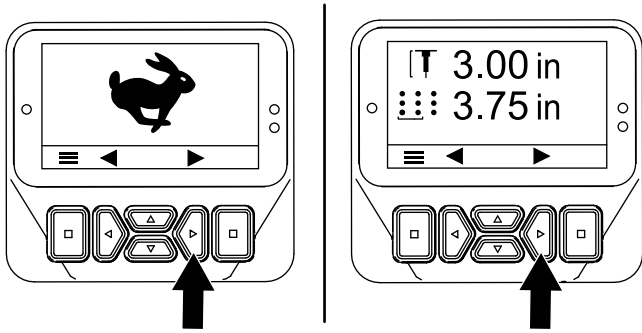
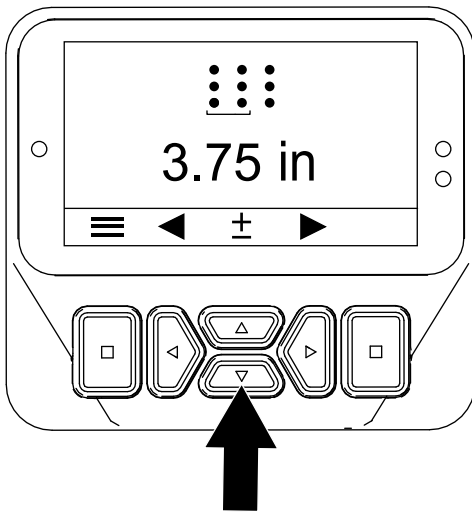

图 53
图 54
3. 按右侧按钮直至“设置打孔间距”屏幕显示 图 53和 图 54。
4. 按照如下方式调节打孔间距 图 54